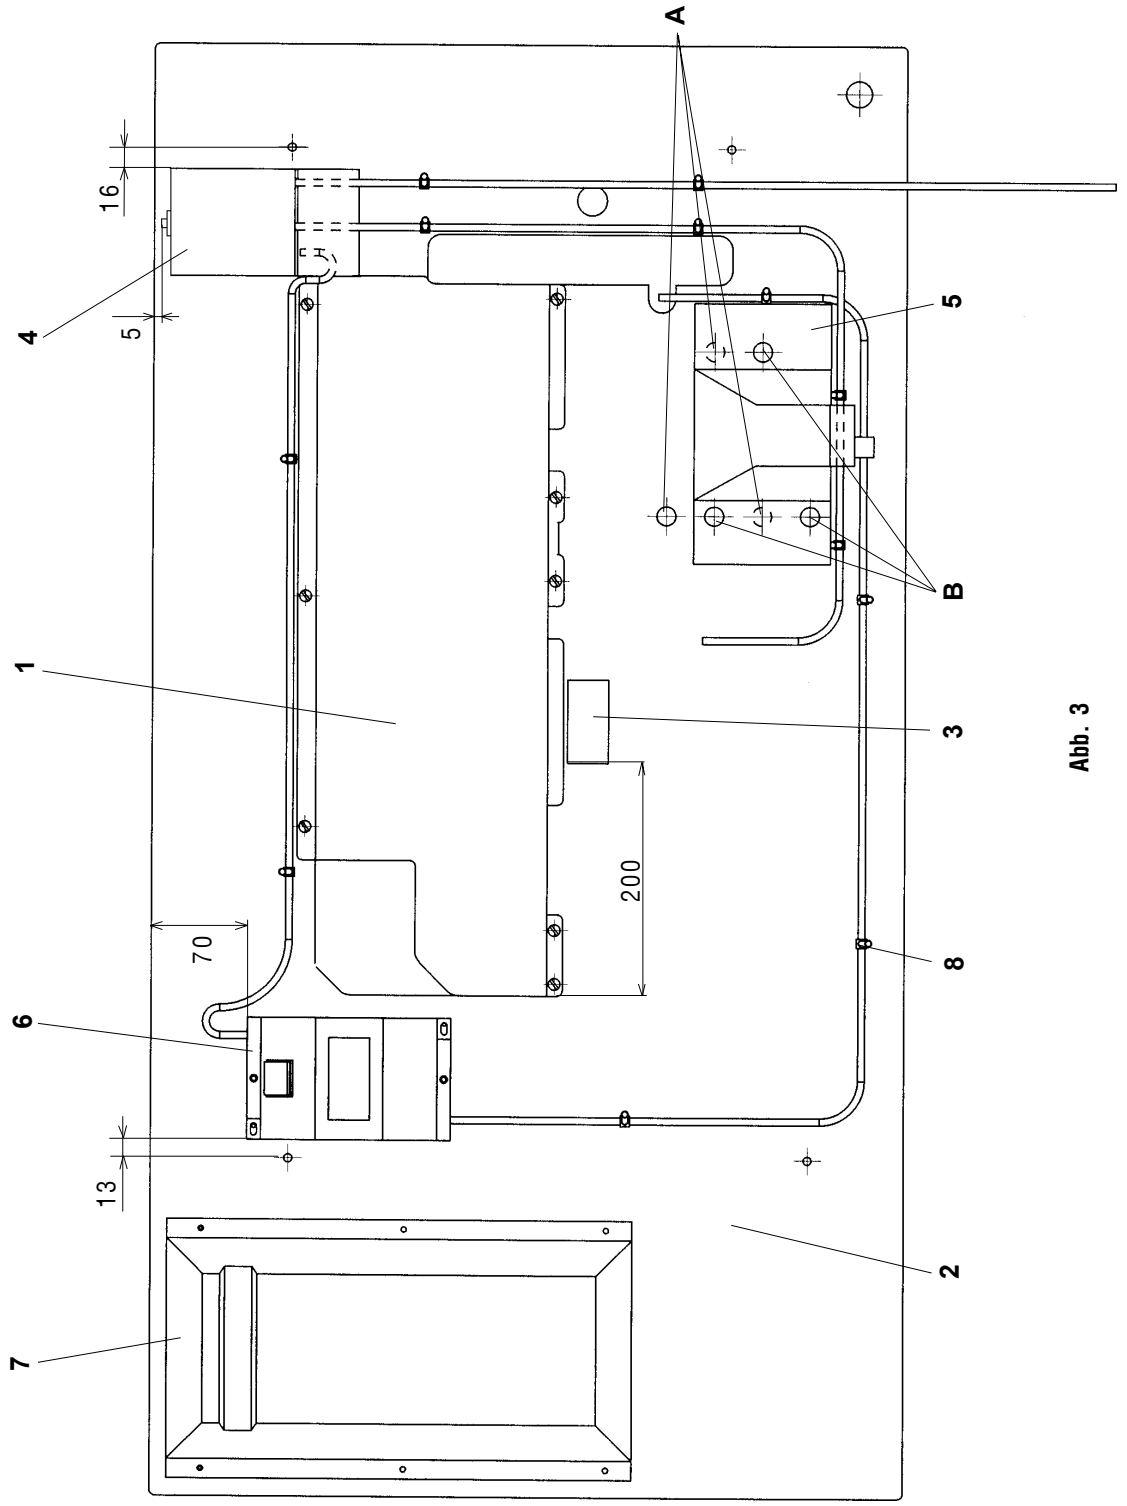

Abb. 3
Zur Gestellplatte (2, Abb. 3) den Hauptschalter (4) aufschrauben.
Den Gummistoßpuffer (3, Abb. 3) befestigen.
Motorhalter (5) nach Abb. 3 und 4 aufschrauben.
Beleuchtungstransformator (6, Abb. 3) für die Beleuchtung aufschrauben - wenn geliefert.
Mittels Befestigungsschellen (8, Abb. 3) elektrische Leiter installieren. Der Anschluß unterscheidet sich nach dem Motor, nach der Speisespannung und nach der Anzahl von Leitern der Energiezuleitung. Im Falle einer Vieraderzuleitung 3 x 400 V muß der Beleuchtungstransformator mit einem selbständigen Zuleitungskabel 1 x 230 V bespeist werden - siehe Abs. 12.3. Schublade (7, Abb. 3) aufschrauben.